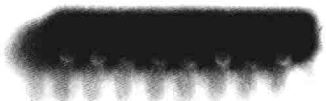

图 1-3 排电阻
(3) 保险电阻。保险电阻具有双重功能，在正常情况下具有普通电阻的电气特性，一旦电路中出现过压、过流或某个元器件损坏，保险电阻就会在规定的时间内熔断，从而达到保护其他元件的目的。
(4) 线绕电阻。线绕电阻是用康铜丝或锰铜丝缠绕在绝缘骨架上制成的，而线绕可调电阻主要用在各种低频电路的电压或电流调整。有些车型的自动变速器电脑中就用到了—种白色的固定线绕电阻，起着限压限流作用。线绕电阻具有耐高温、精度高、功率大等优点，但其高频特性差，这主要是由于其分布电感较大。线绕电阻广泛应用在低频的精密仪表中。
(5) NTC 和 PTC 热敏电阻。NTC 热敏电阻是一种具有负温度系数的热敏元件，其阻值随温度升高而减小，可用于稳定电路的工作点。PTC 热敏电阻是一种具有正温度系数的热敏元件。在达到某一特定温度前，电阻值随温度升高而缓慢下降，当超过这个温度时，其阻值急剧增大，这个特定温度点称为居里点。PTC 热敏电阻的居里点可通过改变其材料中各成分的比例而变化。汽车电子控制系统中的水温传感器、空气温度传感器用的都是热敏电阻。
(6) 光敏电阻。光敏电阻是一种电导率随着吸收的光量子多少而变化的敏感电阻。它是利用半导体的光电效应特性制成的。其电阻值随着光照的强弱而变化。光敏电阻主要用于各种自动控制、光电计数、光电跟踪和照相机的自动曝光等场合。
(7) 其他敏感电阻。湿敏电阻、磁敏电阻、气敏电阻、力敏电阻、压敏电阻等敏感电阻在汽车领域中广泛应用，很多汽车电脑中并接在电源电路上的—是压敏电阻。在汽车空调系统中也用到了光敏电阻和湿敏电阻。
(8) 排电阻。在汽车电脑中还经常用到排电阻，见图 1-3。它是一种将按一定规律排列的分立电阻器集成在一起的组合型电阻器，也称集成电阻器。排电阻有单列式（SIP）和双列直插式（DIP）两种结构，其中单列式用得最多。排电阻具有体积小、安装方便等优点，在各种电子电路中与大规模集成电路（如 CPU 等）配合使用。内部电阻器的排列有多种形式，常用的几种见图 1-4。排电阻适合用在多个电阻阻值相同，而且其中的一个引脚都连在电路的同一位置的场合。排电阻比分立电阻体积小，安装方便，但价格也稍贵。